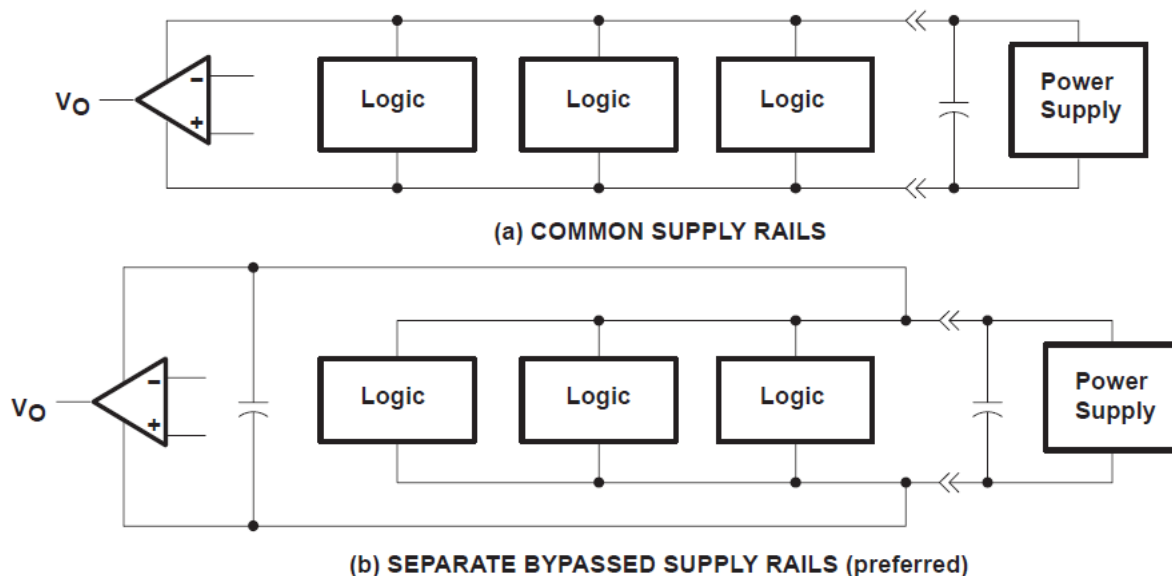

图 6-2. 公共电源导轨与独立电源导轨
1. 通过单独的旁路电源线为线性器件供电（请参阅图 6-2）；否则，线性器件电源导轨可能会由于数字逻辑中的高开关电流引起的压降而波动